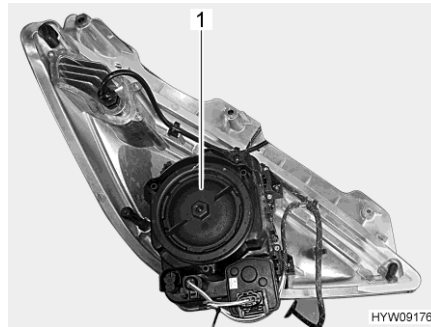

Bild 230 Framstrålkastare (baksida)
- Vrid höljet (Bild 230,1) moturs och tag bort det.
- Sätt tillbaka höljet (Bild 230,1) och dra fast medurs.